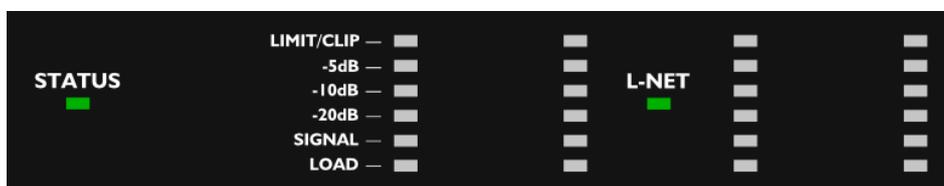

Figure 15 : LED STATUS et L-NET
- vert (voir la Figure 15) quand le LA4X fonctionne normalement.
La LED **L-NET** est allumée en vert (voir la Figure 15) quand le LA4X est piloté à distance par un logiciel tel que LA Network Manager (voir le **tutoriel vidéo LA Network Manager**).